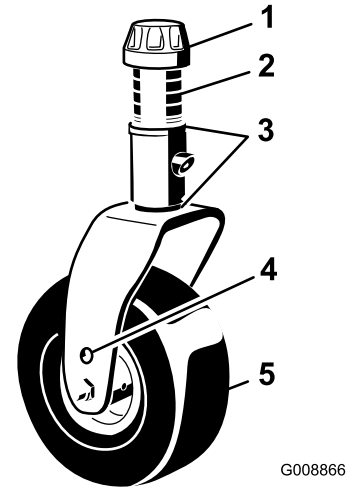

Figura 135
- Retire a tampa de tensionamento do eixo da roda giratória e desloque o fuso para fora do braço da roda giratória (Figura 135).
Retire a tampa tensora e a forquilha da roda giratória (Figura 135).